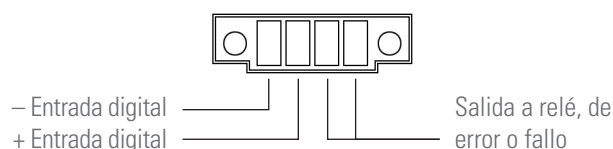

Fig. 20. Conector Entrada digital-Salida a relé.
- El equipo dispone de un conector de cuatro terminales para una entrada digital y una salida a relé [ver Fig. 20].